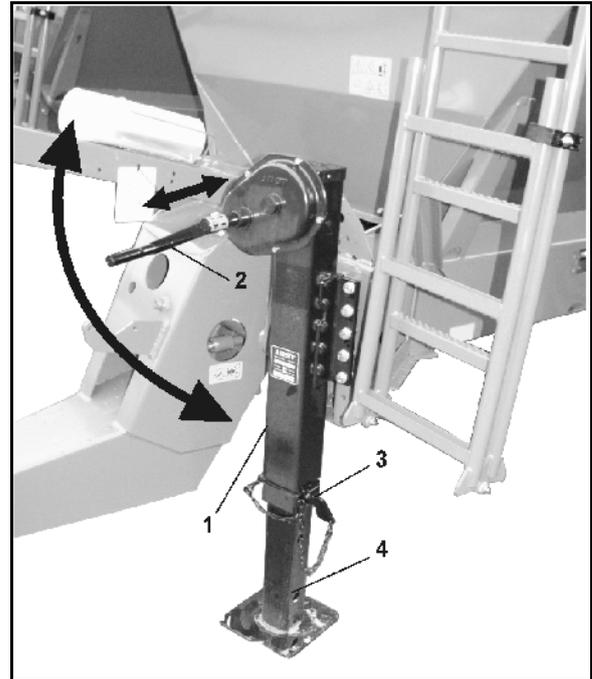

Fig. 40
1. Con la manivela (Fig. 40/2) levantar el pie de apoyo (Fig. 40/1) hasta el tope.
2. Retirar el perno (Fig. 40/3) del pie de apoyo.
4. Insertar el perno en el orificio inferior (Fig. 40/4) y asegurarlo.
1. Sujetar la parte interior del pie de apoyo y extraer el perno (Fig. 40/3) del pie.
4. Con la manivela (Fig. 40/2) bajar el pie (Fig. 40/1) hasta el tope, hasta que la boca de enganche quede descargada.